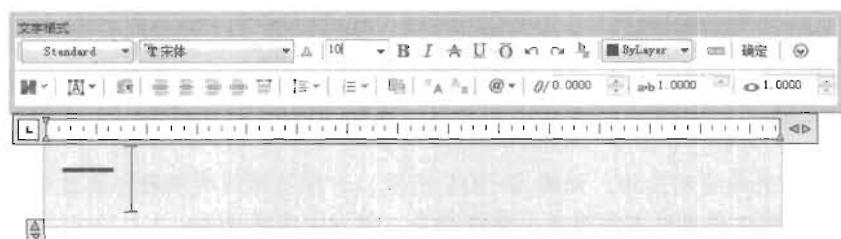

图 9-95
(6) 按快捷键 Ctrl+V 将存放在剪贴板中的字符“—”粘贴到文本区中, 然后单击“确定”按钮, 关闭“文字格式”编辑器, 如图 9-95 所示。